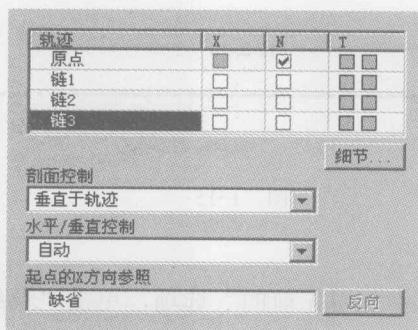

图 1-11
- 5) 在参照的展开面板中，供选择的各项如图 1-11 所示。